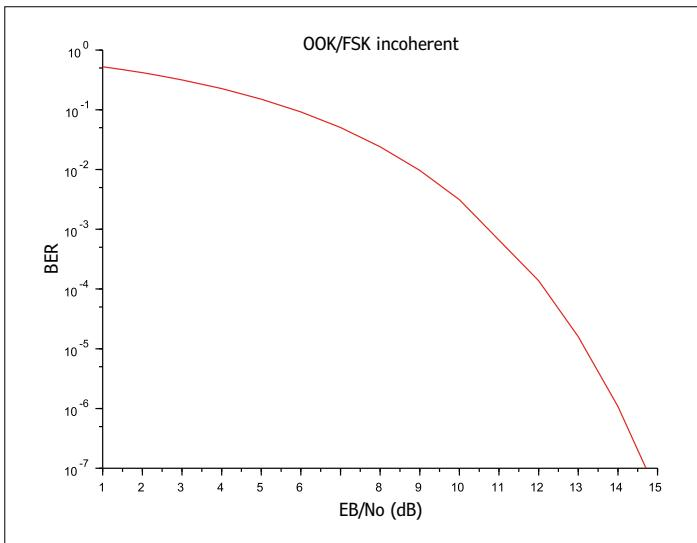

Figure 7. Voici la valeur d'Eb/N0 en fonction du taux d'erreur toléré, dans le cas d'une modulation simple de type FSK.
*ratio) est une sorte de « rapport signal/bruit par bit » où Eb est l'énergie par bit et N0 la densité spectrale de bruit. Par ex. une modulation de type GMSK (utilisée par les réseaux 2G) permet un Eb/N0 plus faible qu'une modulation FSK (utilisée dans les télécommandes de portes de garage et consorts). De même les techniques de codes correcteurs d'erreur permettent d'améliorer ce facteur Eb/N0. À titre d'exemple la **figure 7** montre la valeur d'Eb/N0 pour une modulation de type FSK « classique ». Comment lire ce graphe ? Choisissez le taux d'erreur acceptable (BER), par ex. 1 bit sur 1000, soit 10^{-3} , et vous en déduisez la valeur d'Eb/N0, ici de l'ordre de 11 dB.*